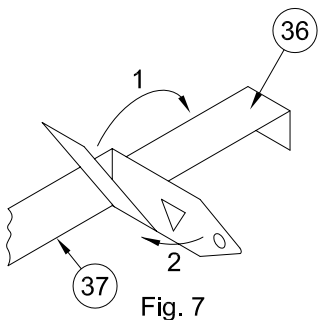

Fig. 7
1. Attach one Furring Channel Bracket (36) to each Hanger Bar (37) as shown in Fig. 7 and 8.
1. Sujete un soporte para travesaños (36) a cada barra de suspensión (37) como se muestra en las Fig. 7 y 8.
1. Fixez un support à lambourdes (36) à chaque barre de suspension (37) selon les Fig. 7 et 8.